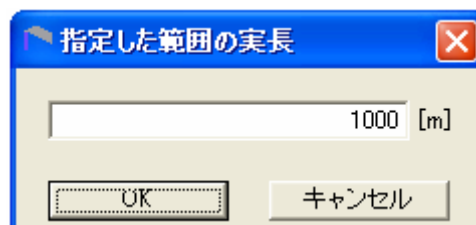

図 6.5-12 指定した範囲の実長 入力画面
- 3) 再度、 を押して、指定した範囲の実長を入力します(図 6.5-12)。